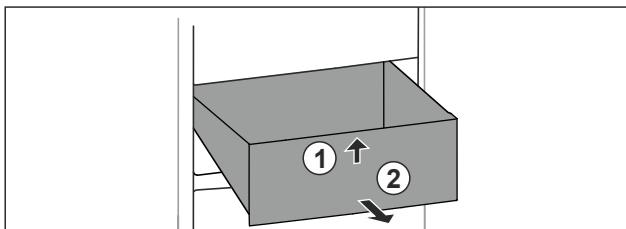

Fig. 56
- Nadvihnite zásuvku vpred. Fig. 56 (1)
- Odoberte zásuvku dopredu. Fig. 56 (2)